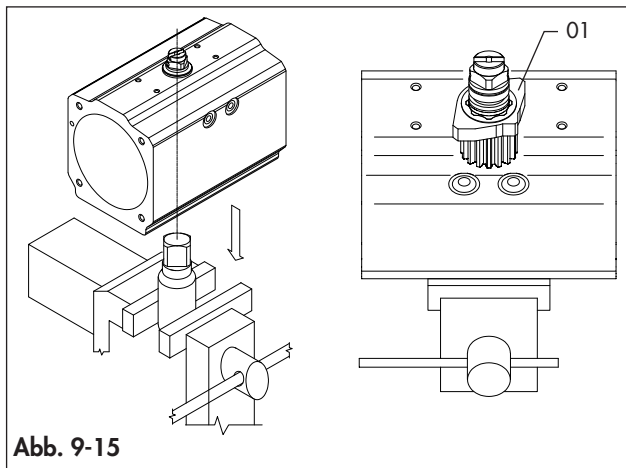

Abb. 9-15
- Schmieren Sie die O-Ringe (16), die Kolbenrücken (05) und die Kopflager (15) und setzen Sie sie auf die Kolben (40).
- Schmieren Sie die Innenfläche des Gehäuses (50) und die Zähne der Zahnstange des Kolbens (40).
- Stecken Sie die Buchsenverbindung der Antriebswelle (60.1) in eine ordnungsgemäß befestigte Kupplungsverbindung. (Abb. 9-15)
- Stellen Sie sicher, dass sich der Octi-Nocken (01) in der richtigen Position gemäß Abb. 9-15 befindet.
- Drehen Sie bei Stellantrieb in „Zu“-Stellung (0°-Stellung) unter Beachtung von Abb. 9-15 für die Kolbenposition die rechte Anschlagsschraube (02) jeweils 1 Umdrehung nach rechts oder nach links, bis die gewünschte Anschlagposition erreicht ist. Bei einem Stellantrieb mit Federrücklauf kann eine Druckluftversorgung erforderlich sein.